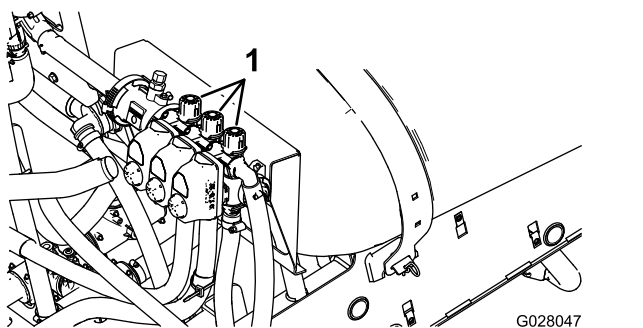

Рисунок 18
- Выключите левую стрелу и с помощью регулировочной ручки перепуска секции (Рисунок 18) установите давление на предварительно отрегулированный уровень (обычно 2,75 бара).
- С помощью регулировочной ручки перепуска правой секции (Рисунок 18) установите давление на предварительно отрегулированный уровень (обычно 2,75 бара).
- С помощью регулировочной ручки перепуска средней секции (Рисунок 18) установите давление на предварительно отрегулированный уровень (обычно 2,75 бара).